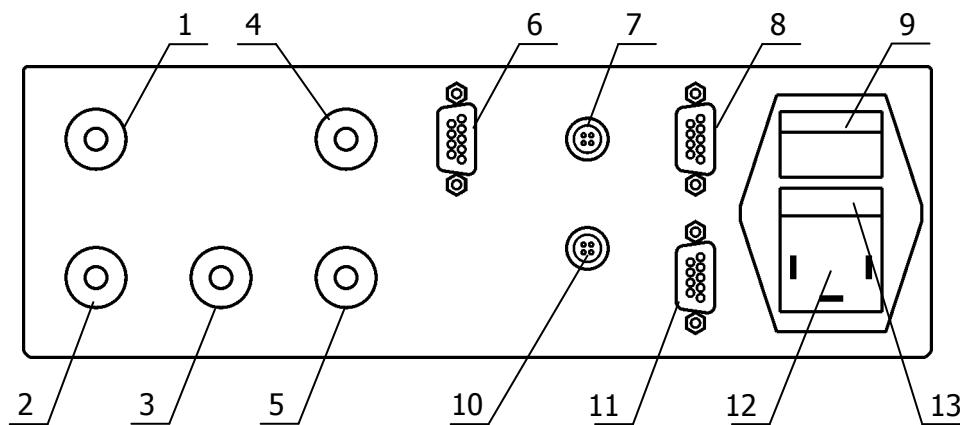

Рисунок 6 — Задняя панель измерительного блока
2.2.11 Подключить сетевой кабель к разъему 12 (см. рисунок 6) измерительного блока. Второй конец кабеля включить в сеть.
Включение/выключение измерительного блока выполняется переводом сетевого выключателя 9 (см. рисунок 6) в положение включено/выключено соответственно.